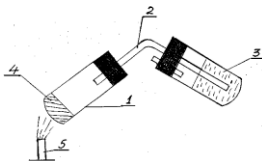

Рис. 1. Прибор для разложения полимера.
**Оборудование:** прибор для пиролитического разложения полимера (рис. 1), пинцет, металлический шпатель, медная проволока, спиртовка, спички.
Для проведения разложения полимера образец (0,5-1 г) помещают в пробирку из тугоплавкого стекла (рис.1), соединенную с поглотителем, в который наливают 5-10 мл воды. Быстро нагревают образец и улавливают продукты пиролиза в поглотителе.